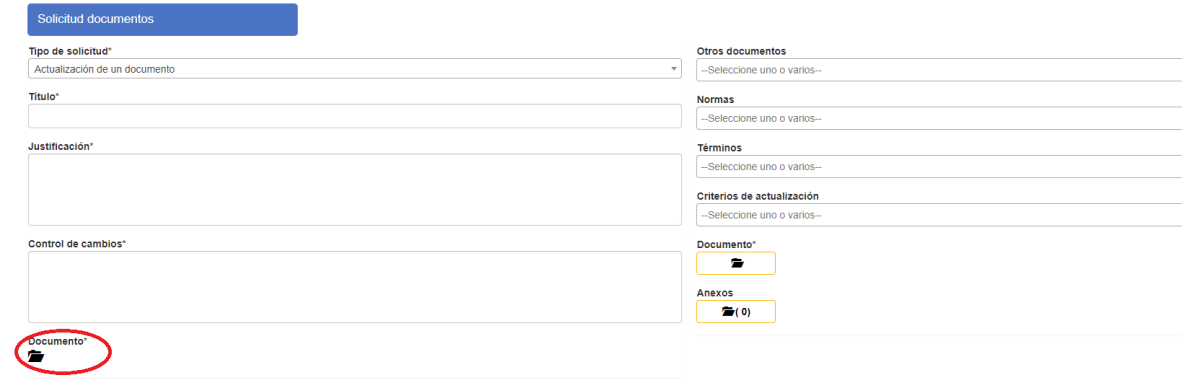

Imagen 4. Solicitud de actualización y/o eliminación de documentos
- En el campo documento se debe dar clic en “Buscar Documento” ver imagen 4: